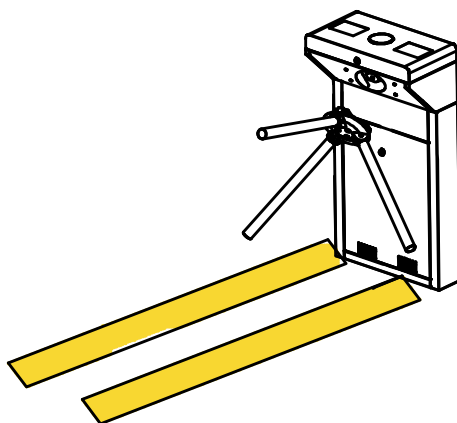

Рис. 3-2
3. Нанесите на поверхность пола предупреждающую линию (см. рис. 3-2). Такая линия поможет пользователям оценить необходимое расстояние для считывания карты.